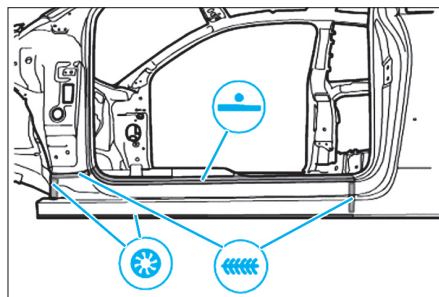
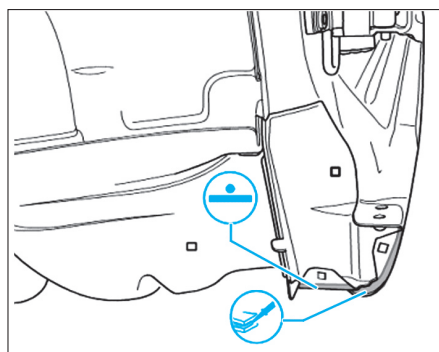

FIG. 69
FIG. 70
- Souder le bas de caisse comme illustré (Fig.69) et (Fig.70).